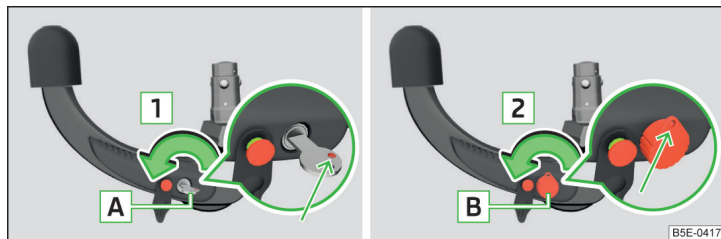

Fig. 175 1. pas: varianta de cheie 1 / varianta de cheie 2
- Rotiți cheia **A** în sensul săgeții **1**, în așa fel încât marcajul roșu al acesteia să indice înspre în sus » fig. 175.
- Rotiți cheia **B** în sensul săgeții **2**, în așa fel încât inelul cheii să indice înspre în sus » fig. 175.